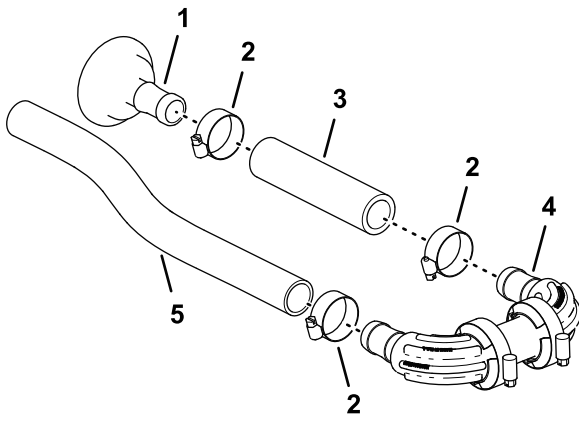

図 90
1. ホース 1 x 5 $\frac{3}{4}$ " = 15 cm を、ストレートバーブ (1 x 2") に組み付け、ホースクランプ $\frac{3}{4}$ -1 $\frac{1}{2}$ " を取り付け、手締めする図 90。
2. ホース 1 x 5¾" = 15 cm のもう一方の端部を、マニホールドのバルブ付きフィッティングに組み付け、ホースクランプを手締めする 図 90。
3. ホース 1 x 16" = 40 cm を、マニホールドのもう一方のバルブ付きフィッティングに組み付け、クランプを手締めする 図 90。